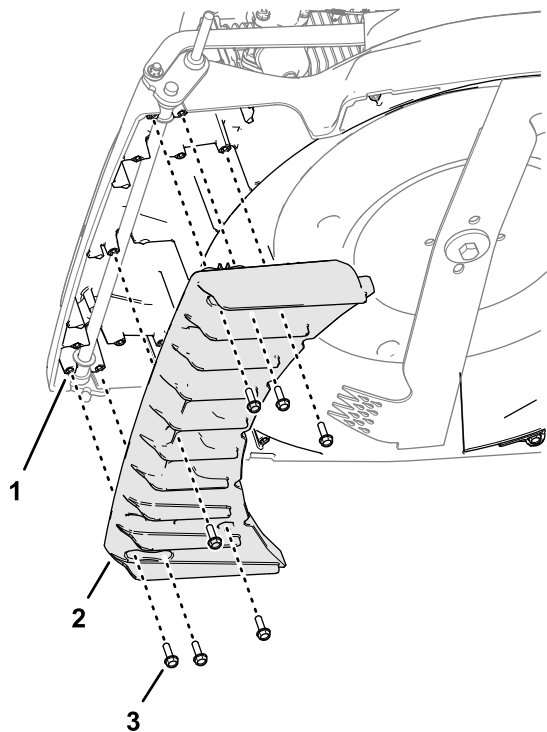

Рисунок 7
- Отверните 7 самонарезающих винтов с фланцевыми головками (6 x 20 мм), которые крепят передний гребень к опорам деки газонокосилки, и снимите передний гребень (Рисунок 7).